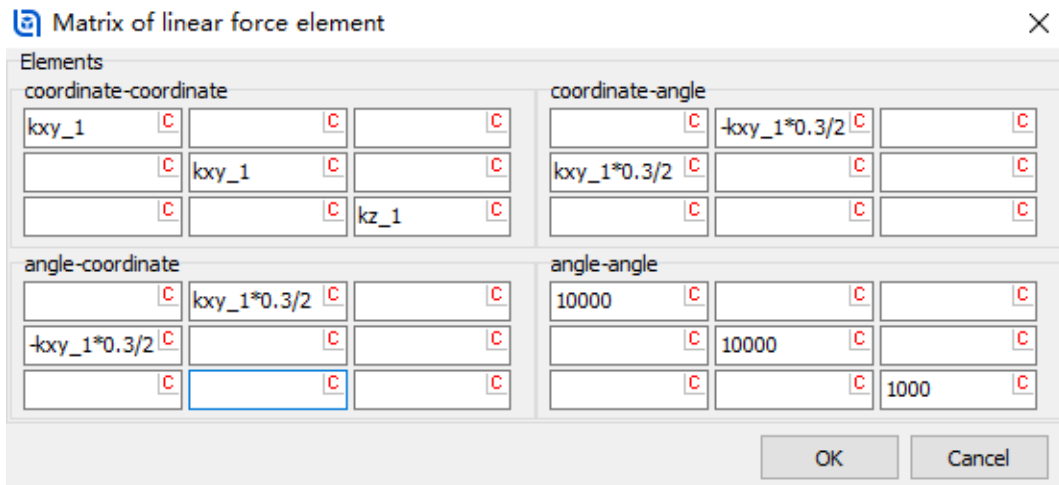

图 3-13
- 3) 点击 **Stiffness matrix** 栏的按钮，输入刚度矩阵，如图 3-13，其中 k_{xy_1} 为纵向和横向刚度 ($9.5e5$)， kz_1 为垂向刚度 ($9.0e5$)。